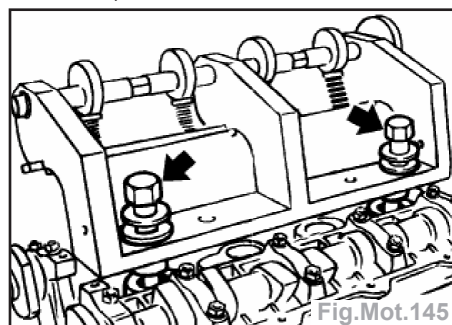

Fig.Mot.145
- Placer l'outil 11 3 260 sur la culasse et le visser dans les trous filetés des bougies d'allumage des cylindres 1 et 4 (Fig. Mot.145).